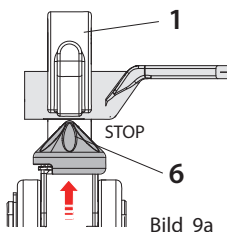

Bild 9a
- ▶ Legen Sie den Verbinder oder Kabelschuh am oberen Presseinsatz (1) an.
- ▶ Drücken Sie zweimal hintereinander auf die Startknopf (3) (s. Bild 5), um den Motor zu starten: Der Kolben bewegt sich langsam vorwärts, bis der Pressdorn (6) den Verbinder berührt, dann bleibt der Motor automatisch stehen (STOP) (s. Bild 9a).